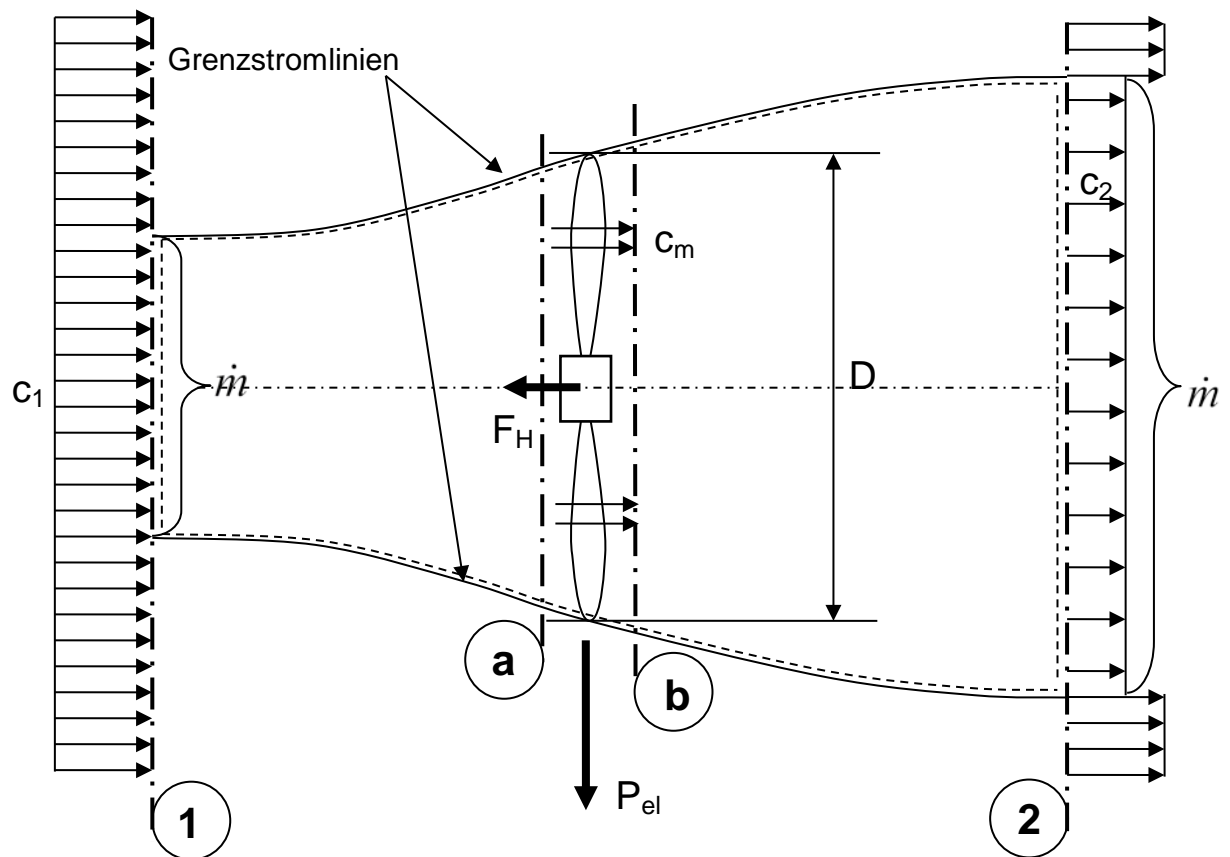

Abbildung 2: System „Windrad“
4. Für die Betrachtung der Windturbine als System wird oft eine „nicht-rechteckige“ Systemgrenze eingesetzt (siehe Abbildung 2 S.4). **Begründen Sie diesen Entscheid anhand der Kontinuitätsgleichung.**